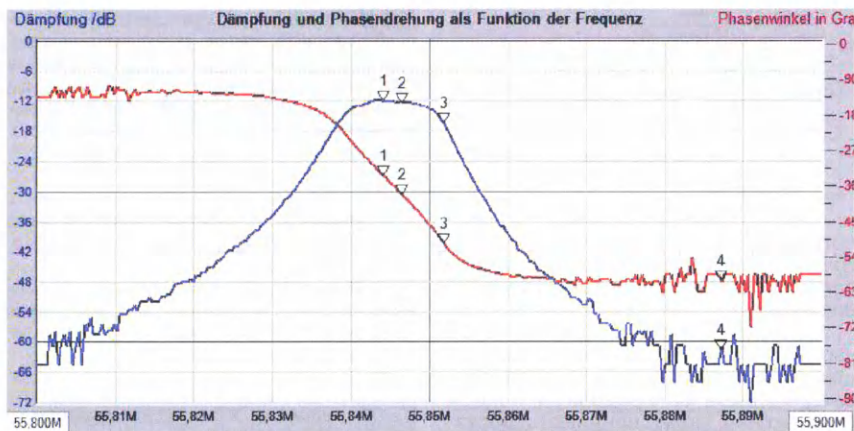

Рис. 2.13
серии ЕС24). Но так как она "перекомпенсирует" средний резонатор, пришлось для восстановления плоской вершины АЧХ установить конденсаторы  $C_6 = C_7 = 15$  пФ, а также немного подкорректировать ёмкость конденсаторов  $C_1$  и  $C_4$ . Импеданс фильтра и  $F_\phi$  практически не изменились. На частоте 35(70) МГц можно начать подборку катушки индуктивности  $L_2$  со значения 3,3 (0,68) мкГн. В итоге АЧХ получилась, как показано на рис. 2.13.